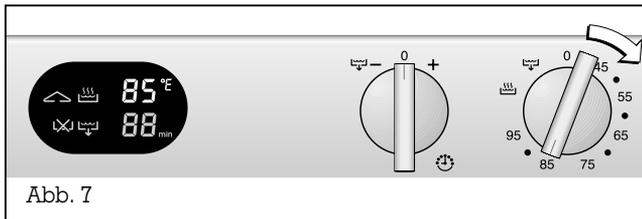

Abb. 7
- Drehen Sie den Bedienelement „Temperatur“ auf die von Ihnen gewünschte Temperatur oder die Dampfgarstufe (Abb. 7).